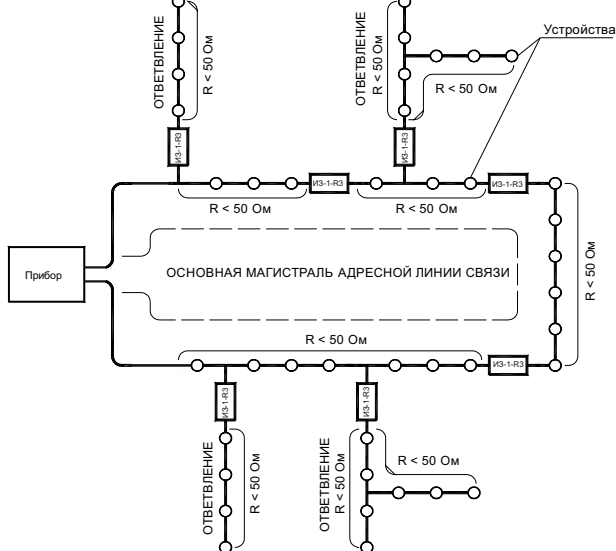

Рисунок 4 – Кольцевая АЛС с ответвлениями
– разрывать кольцевую АЛС (рисунок 4) между двумя местами установки изоляторов шлейфа. Это локализует участок между изоляторами и оставляет работоспособными остальные участки АЛС.
- кольцевой АЛС с ответвлениями (рисунок 4).